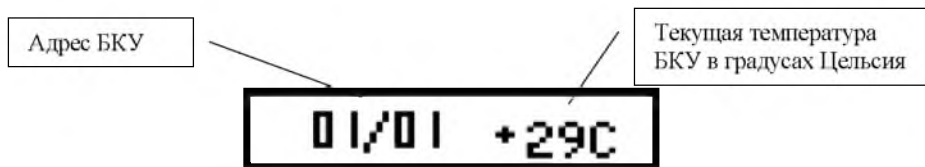

Рис. 20 Строка адреса БКУ
2.5.4 Нижняя зона – строка адреса и температуры БКУ приведена на рис.20.